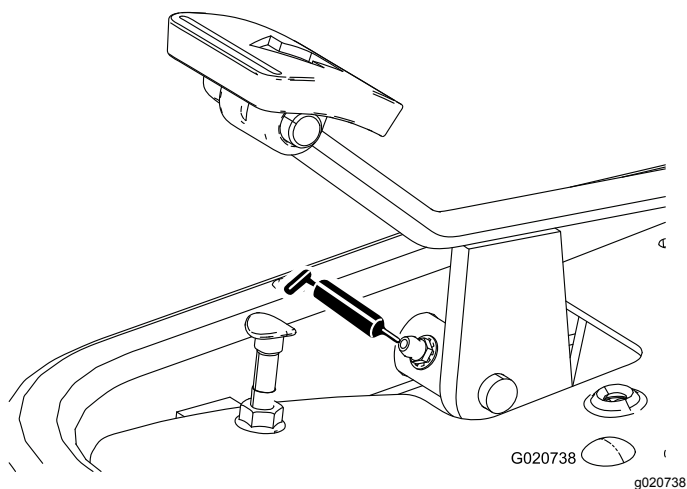

Figure 41
- Pédale de déplacement (Figure 41)